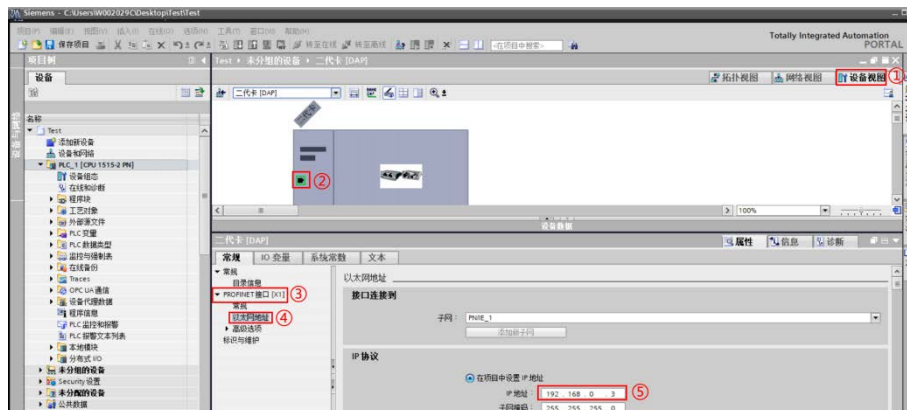

图 3.8 更改站点 IP
- 5) 在设备视图下，选择对应的 PN 站点设备，选中该站点的 PN 接口，在其属性窗口选择【常规】选项卡内的【以太网地址】项内，根据需求修改 PN 接口的【IP 地址】，如图 3.8 所示。